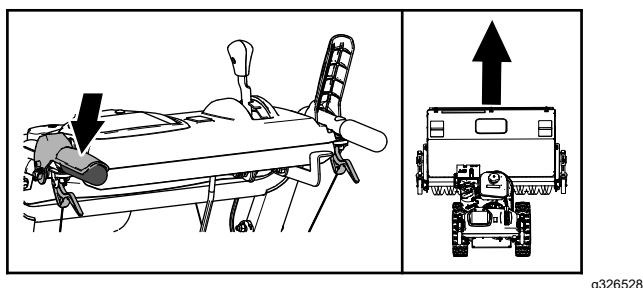

Figuur 14
2. Druk de tractiehendel langzaam naar de linker handgreep (Figuur 14).